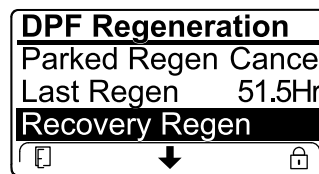

Figura 59
- Se o computador do motor não tiver pedido uma regeneração de recuperação e percorrer a opção REGENERAÇÃO DE RECUPERAÇÃO, a regeneração de recuperação bloqueia e o ícone de bloqueio (Figura 59) surge no canto inferior direito do InfoCenter.